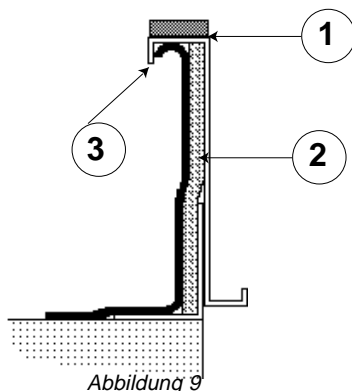

Abbildung 9
Einbindung in die Dachhaut (1 - Abbildung 9)
Isolieren Sie den Rahmen vor der Installation. Wir empfehlen eine mindestens 20 mm starke Isolierung. Vergewissern Sie sich, daß die Einbindung lückenlos ist und dichten Sie sie ab (2 - Abbildung 9).
**VORSICHT:** Die Aufwärtsströmung muß unterhalb der Fallkante enden, um effektiv zu sein (3 - Abbildung 9).